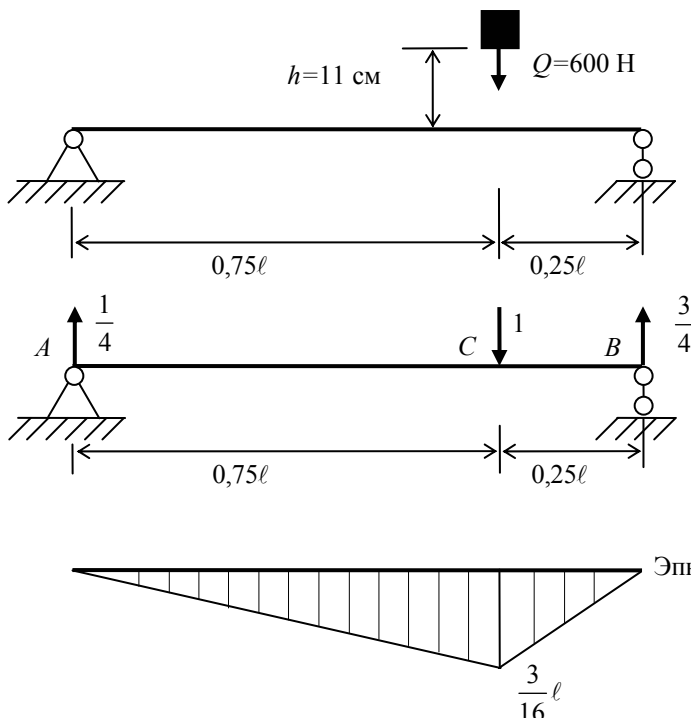

РИС. 10.2
**Пример.** На двутавровую балку (№ 24,  $W_x = 289 \text{ см}^3$ ,  $I_x = 3460 \text{ см}^4$ )  $l = 4 \text{ м}$ , свободно лежащую на двух жестких опорах (рис. 10.2), с высоты  $h = 11 \text{ см}$  падает груз  $Q = 600 \text{ Н}$ . Найти наибольшее нормальное напряжение в балке; решить аналогичную задачу при условии, что правая опора заменена пружинной, податливость которой равна  $\alpha = 25 \cdot 10^{-3}$ .